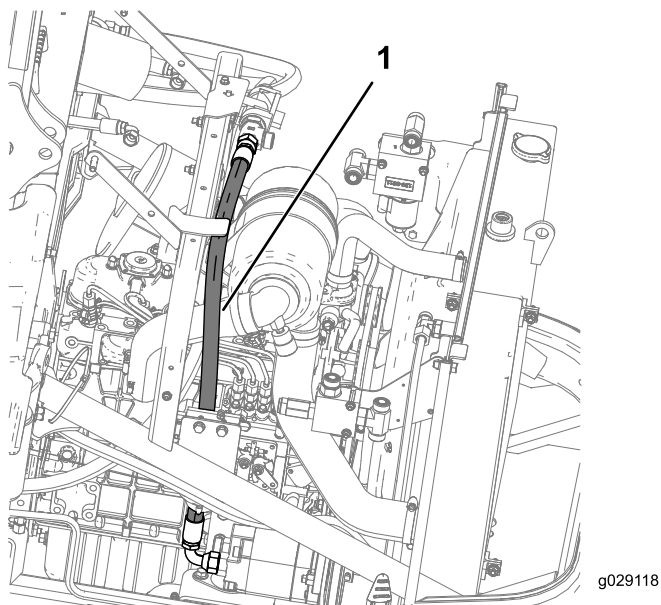

Figura 28
8. Instale la manguera hidráulica C desde el acoplamiento en T (5/8" x 5/8" x 3/4" macho) en el conjunto de la cabeza del filtro hasta el acoplamiento adaptador (5/8" x 3/4" macho) en el conjunto de la bomba de engranajes, como se muestra en Figura 28.